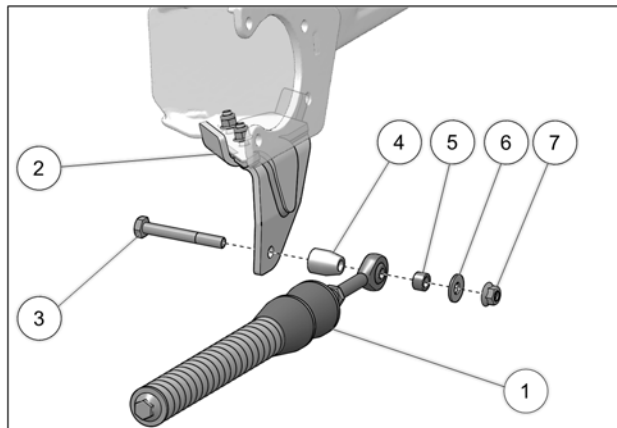

Fig. 9
9. Fixer le bras stabilisateur (1) à l'ancrage de suspension (2) en utilisant le boulon M10 de 80mm de longueur (3), l'espaceur long (4), l'espaceur court (5), la rondelle (6) et l'écrou autobloquant (7). Serrer à un couple de 70 N•m [52 lb•pi]. Voir Fig. 9